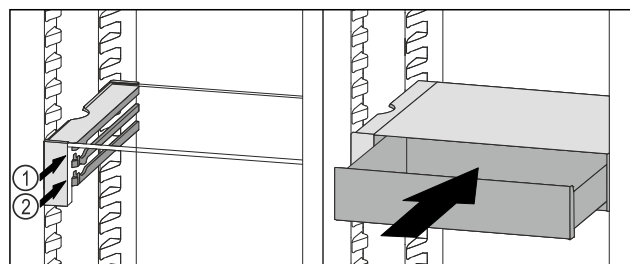

Fig. 96
- ▶ Așezați sertarul VarioSafe în spatele opritoarelor pe nervura dorită Fig. 96 (1) sau Fig. 96 (2).